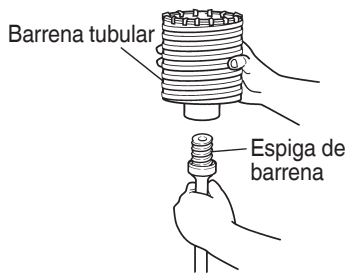

Fig. 16
- (1) Montar la barrena tubular en su espiga. (Fig. 16)